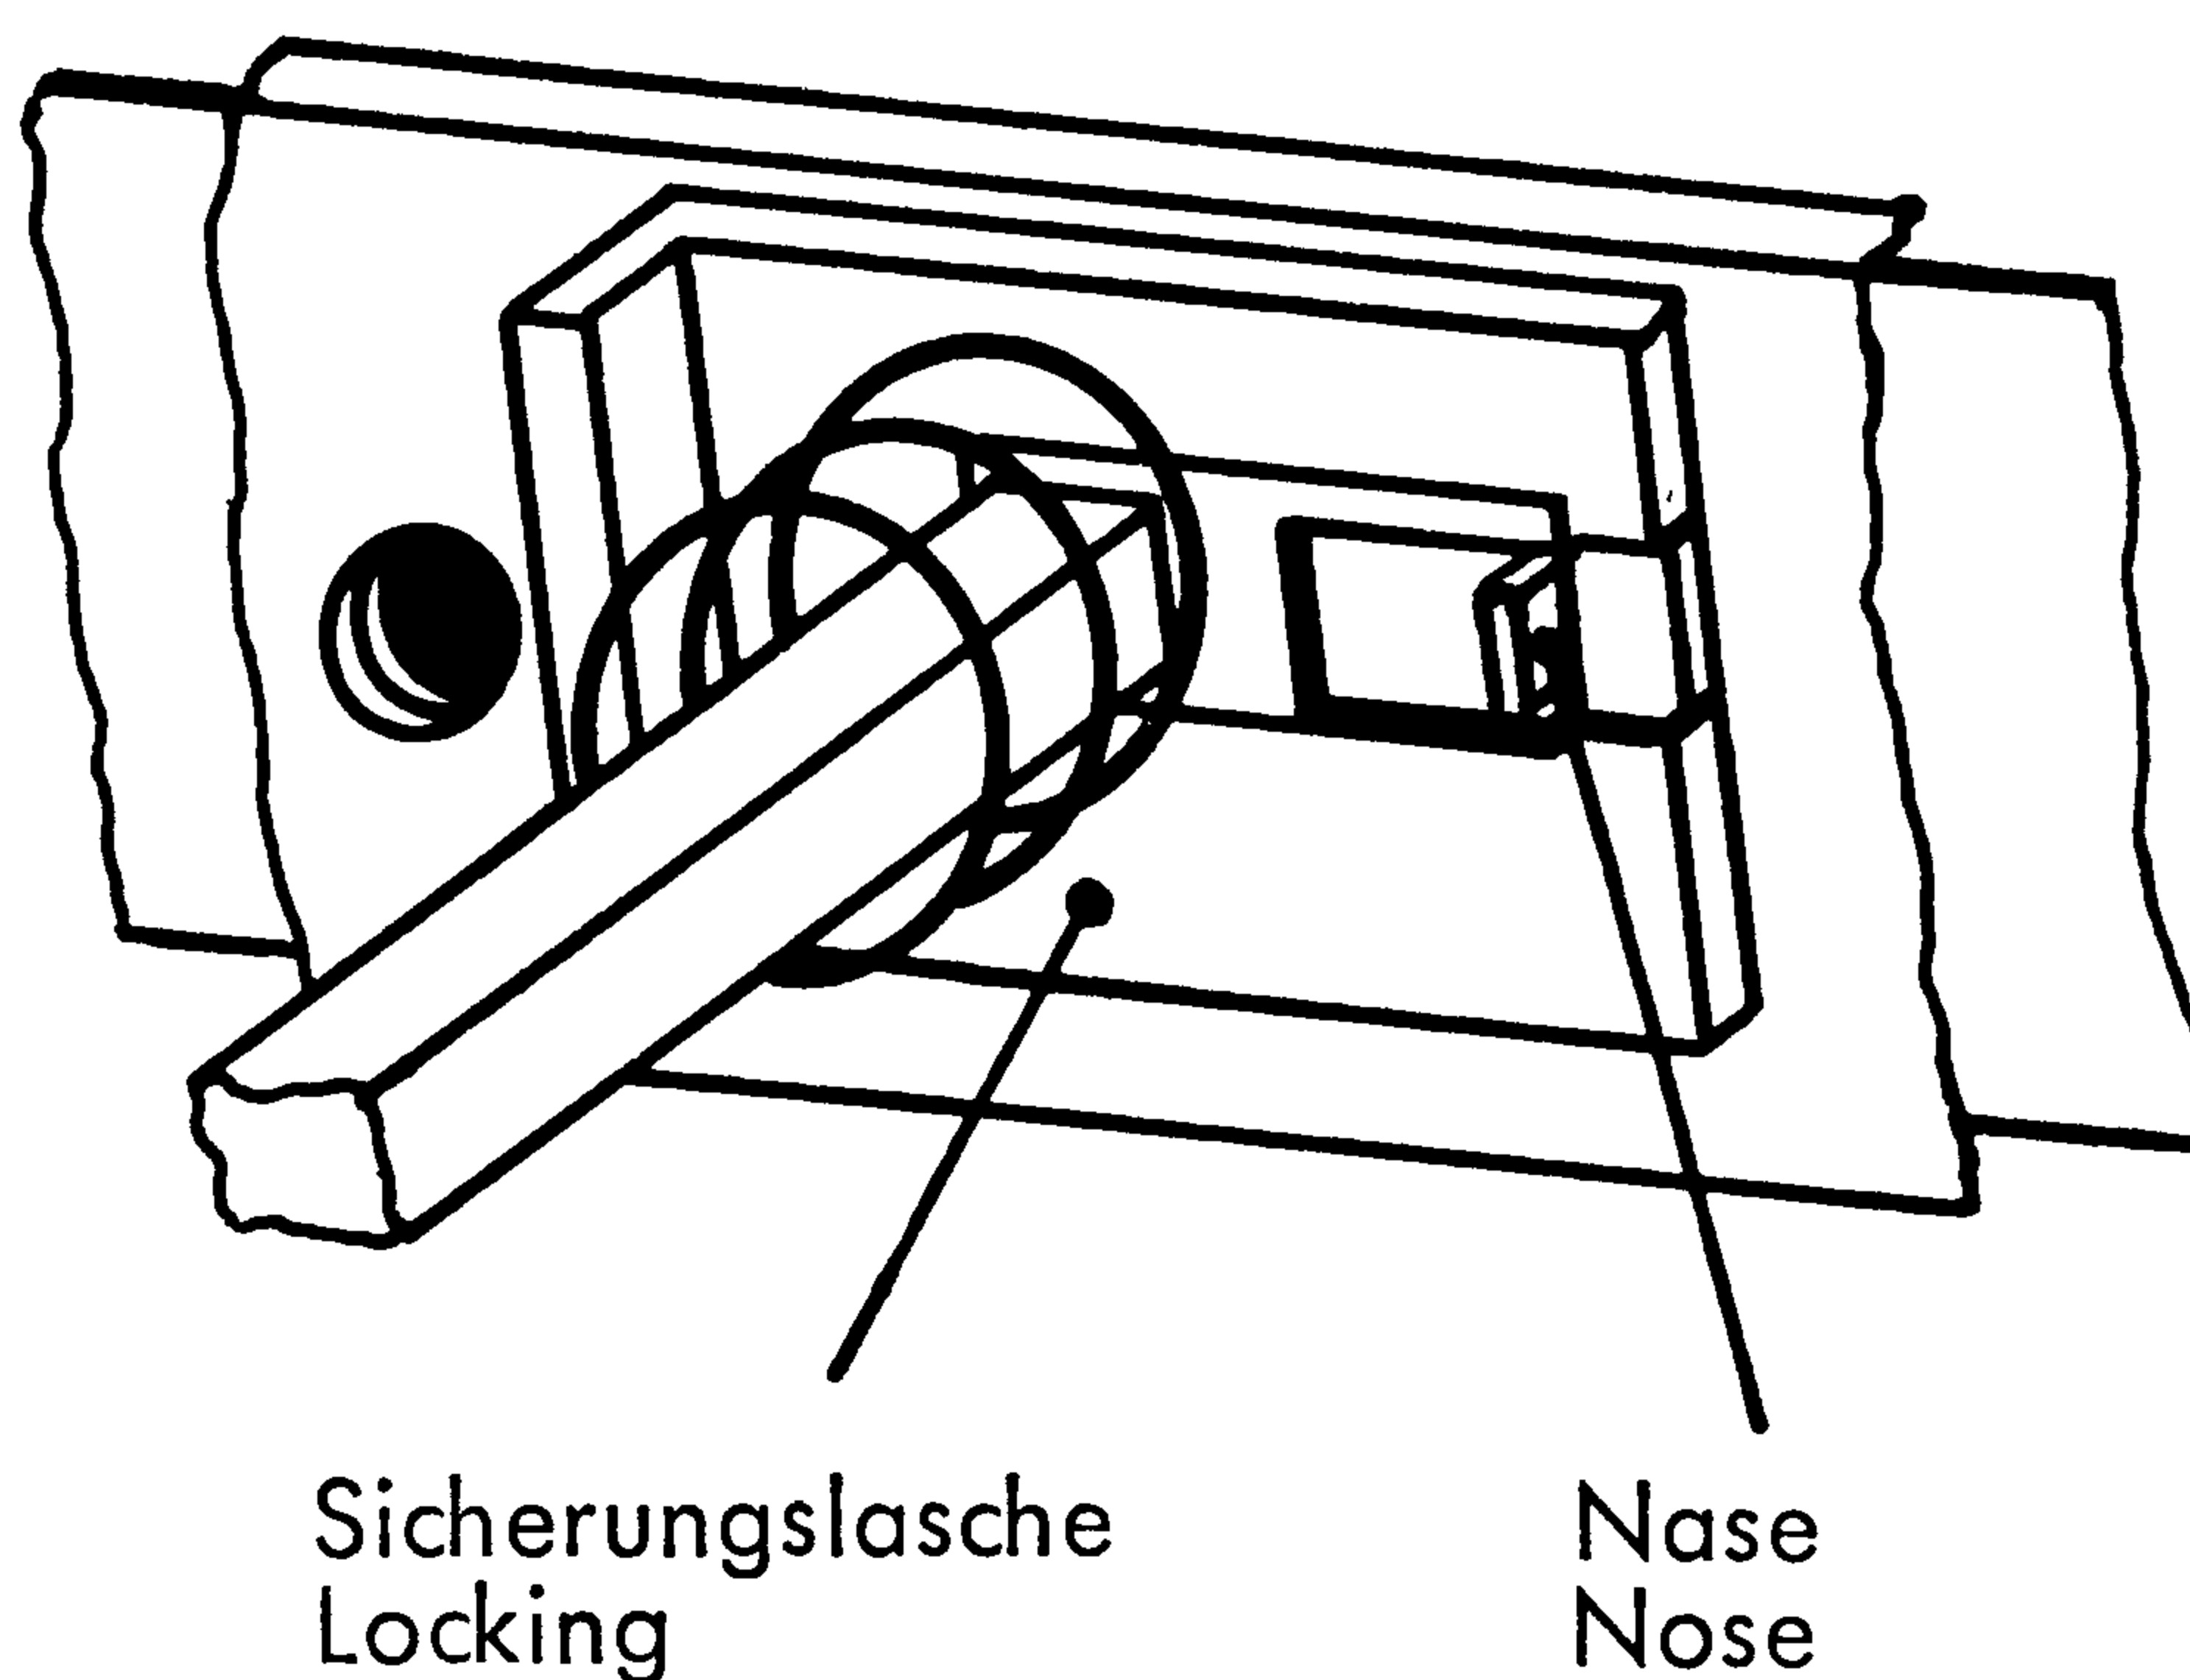

Fig. 6
3. Mit einer Spitzpinzette die Sicherungsflasche (am Druckastenschieber der Taste „AUTO“) nach vorn aus-haken (Fig. 6).
4. Durch leichten seitlichen Zug (ca. 2 mm) an der Nase des Sicherungsschiebers (Fig. 6) erfolgt die Entriegelung der 5 Tasten (Tasten festhalten!).
3. With a pair of tweezers release the locking at the rod of the pushbutton "AUTO", see fig. 6.
4. By pulling slightly sideways (approx. 0.08 inch.) the nose of the securing slide (see fig. 6) the disengagement of the 5 pushbuttons takes place (retain push-buttons!).